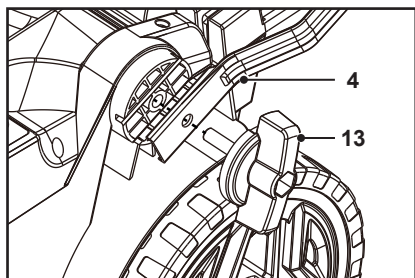

Fig. 1
1. Deșurubează șurubul de blocare a barei mânerului inferior (13) de pe partea laterală a unității principale.
2. Aliniaza găurile de montare ale barei mânerului inferior (4) cu partea laterală a unității principale, apoi introdu șurubul de blocare a barei mânerului inferior (13) prin bara mânerului inferior (4) în partea laterală a unității principale (Fig. 1). Rotește șurubul de blocare a barei mânerului inferior (13) în sens orar până când bara mânerului inferior (4) este bine fixată (Fig. 1).